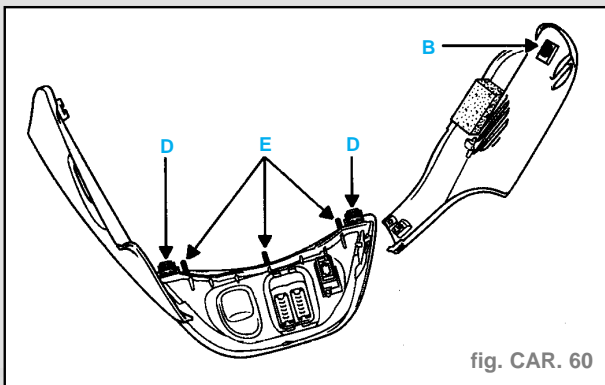

fig. CAR. 60
- Déposer les deux vis de fixation (D).
- Dégager la façade en la faisant pivoter légèrement vers le haut afin de libérer les agrafes (D) et les pions de centrage (E) (fig. CAR. 60).